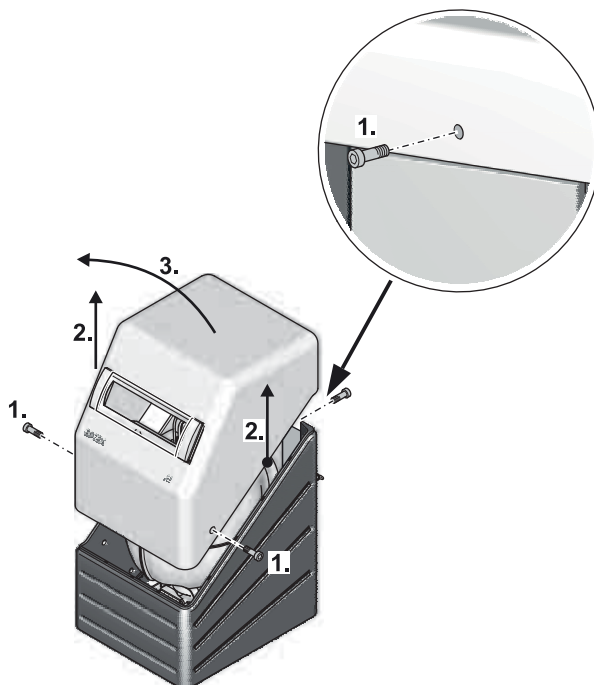

Figura 9-1 Rimozione della cappa insonorizzante
- Rimuovere la cappa insonorizzante (vedere figura 9-1).